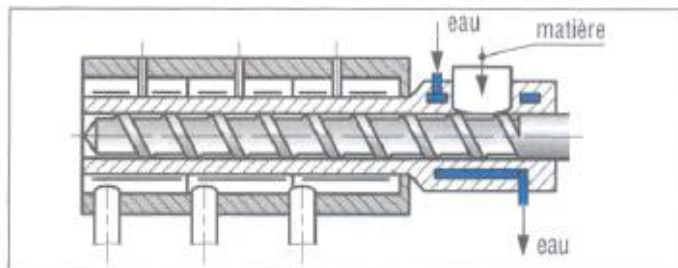

Fig. 9. Refroidissement de la zone d'alimentation (doc. TGA-Weber).
- La zone située au niveau de l'orifice d'alimentation est refroidie (en général par circulation d'eau) pour empêcher le collage de granulés et la formation d'une voûte de matière dans la trémie qui couperait l'alimentation (fig. 9).